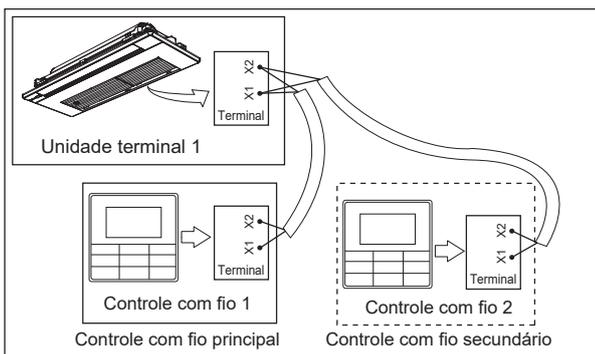

Figura 6.7
- Use 1 controle com fio para controlar 1 unidade terminal ou 2 controles com fio (um principal e um secundário) para controlar 1 unidade terminal (consulte a Figura 6.7);